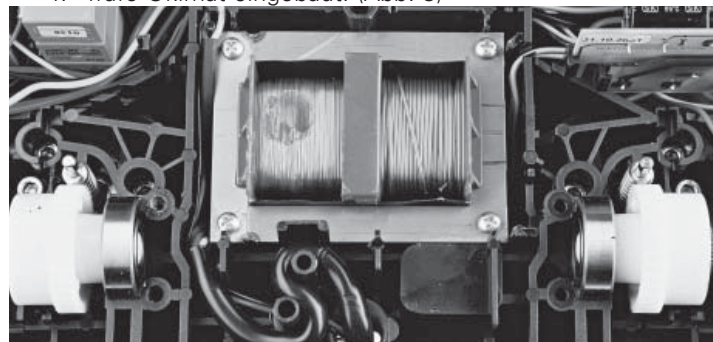

Abb. 3
3. Richtige Kabelverlegung Okimat. (Abb. 2, Abb. 3)
4. Trafo Okimat eingebaut. (Abb. 3)